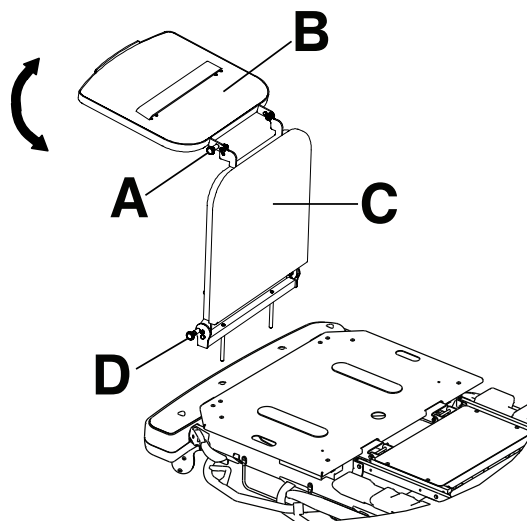

Рисунок 19 – Лоток для дефибриллятора/удлинителя изножья
1. Вытяните верхнюю ручку (А) (Рисунок 19).
Порядок преобразования лотка для дефибриллятора — удлинителя изножья в удлинитель изножья (Рисунок 19):